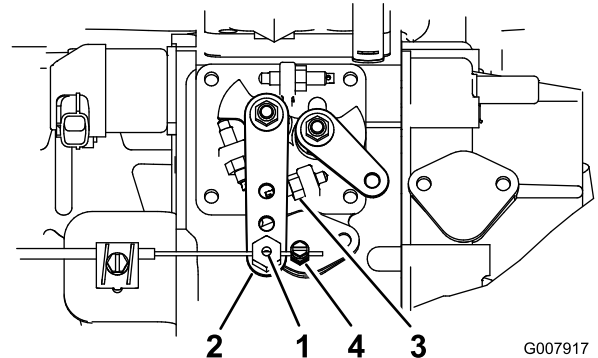

Figura 40
2. Afloje el conector del cable del acelerador, en el cable del acelerador, junto a la palanca de la bomba de inyección (Figura 40).
3. Sujete la palanca de la bomba de inyección contra el tope de ralentí alto (Figura 40).